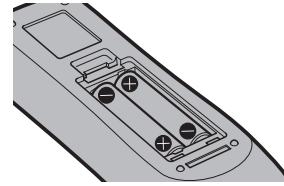

Fig. 2
2) **Inserire le batterie e chiudere il coperchio (inserire prima il lato  $\ominus$ ). (Fig. 2)**